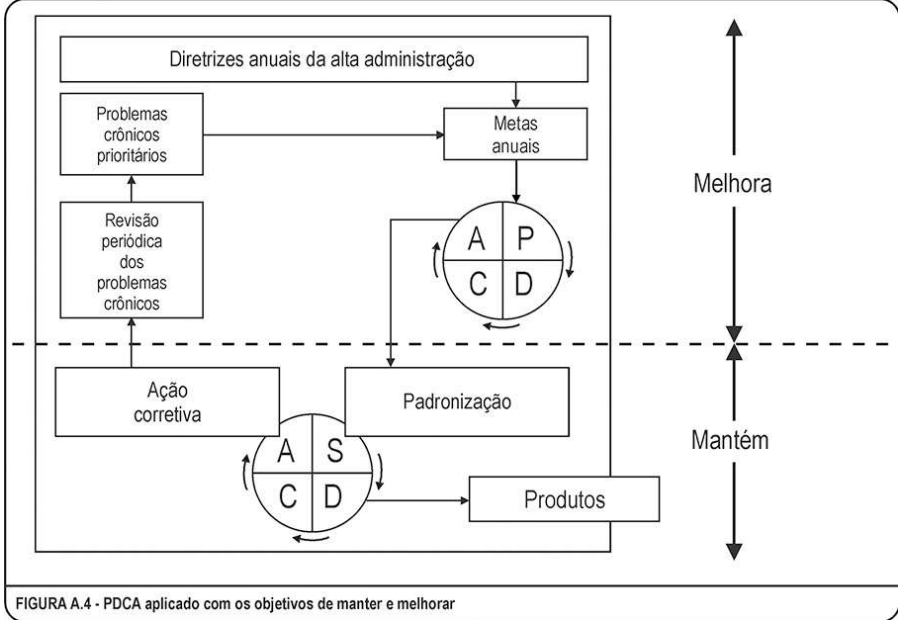

FIGURA A.4 - PDCA aplicado com os objetivos de manter e melhorar
t) A FIG. A.4 mostra o funcionamento conjugado do PDCA e do SDCA.